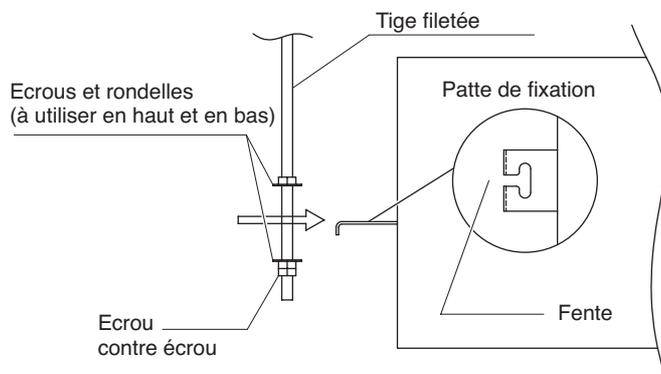

Fig. 3-60
- (3) Passez les 3 écrous hexagonaux et les 2 rondelles (fourniture chantier) sur chacune des 4 tiges filetées comme illustré sur les figures 3-60 et 3-61. Utilisez 1 écrou et 1 rondelle pour la partie supérieure et 2 écrous et 1 rondelle pour la partie inférieure afin que l'unité ne se décroche pas des pattes de fixation.